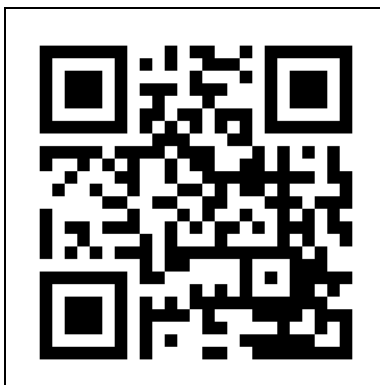

Figure 17
1. Ouvrez le manuel de l'application Eurom Smart avec le code QR (figure 17) ou allez sur www.eurom.nl/nl/manuals.